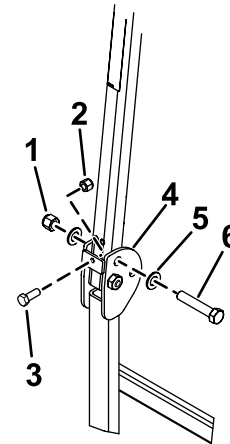

Bild 9
3. Legen Sie eine Scheibe (13/16" x 1 1/2") auf jede Schraube (3/4" x 4"), wie in Bild 9 abgebildet.
4. Setzen Sie die Schrauben und Scheiben in die Löcher ein, aus denen Sie die Stifte entfernt haben (Bild 9).
5. Legen Sie eine weitere Scheibe auf jede Schraube und befestigen sie mit Muttern (3/4"), wie in Bild 9 abgebildet. Ziehen Sie die Muttern auf ein Drehmoment von 323 bis 396 N·m an.
6. Setzen Sie eine Schraube (3/8"-16 x 1" oder 1 1/4") mit einer Klemmmutter (Schrauben und Klemmmuttern nicht im Lieferumfang enthalten) in die Gewindeplatte auf jeder Seite des unteren Teils des Überrollbügels im Scharnierbereich ein (Bild 9). Ziehen Sie die Schraube an, bis sie fest am oberen Überrollbügelrohr anliegt, und ziehen Sie die Klemmmutter fest.
7. Ziehen Sie die Drehschraube am Überrollschutz (Bild 9) auf ein Anzugsmoment von 91 bis 113 N·m an, damit der Überrollbügel und das Sonnendach nicht springen.